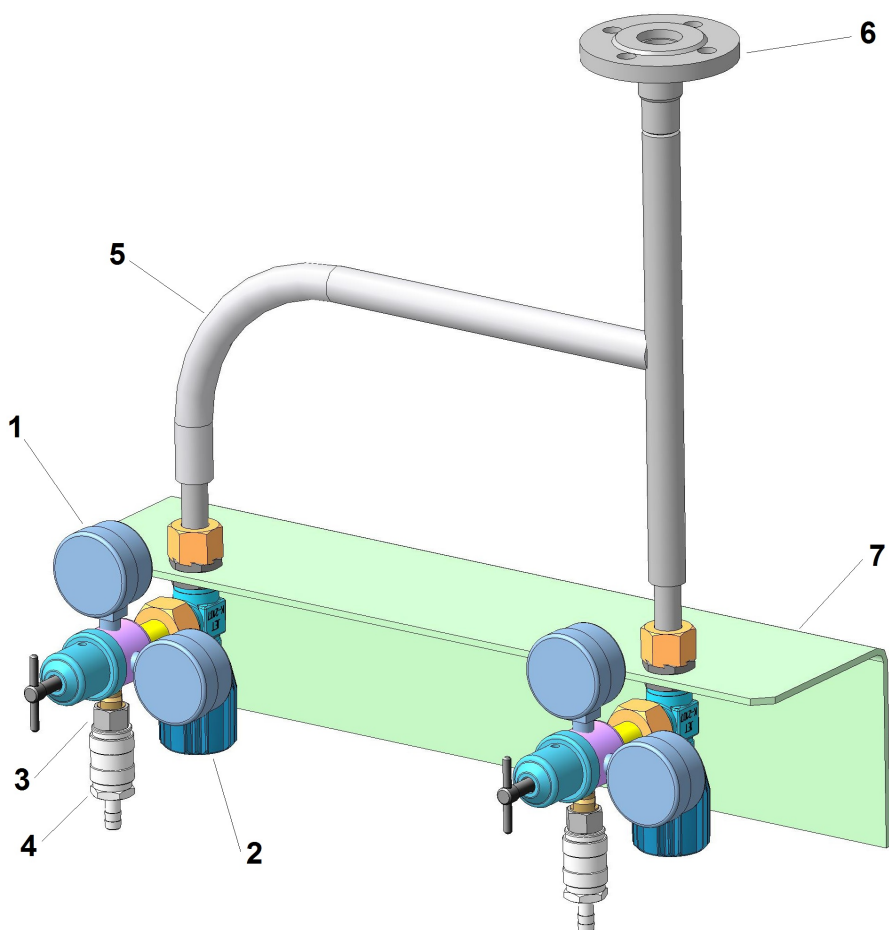

Рис. 1. Пост газоразборный ПГ2У-30
4.1 Внешний вид поста показан на рис. 1